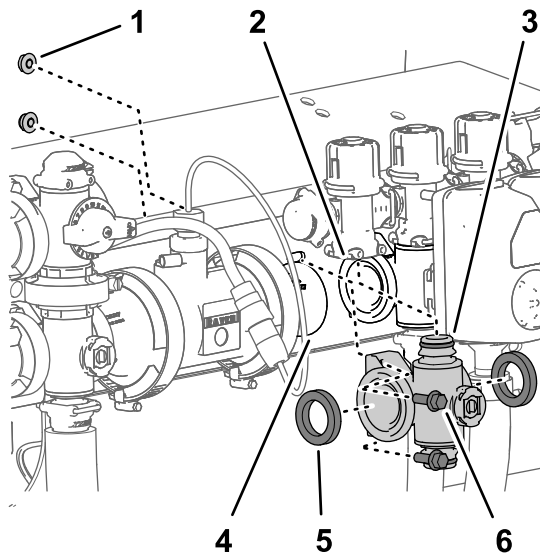

Figura 127
- Para os coletores da válvula da seção esquerdo ou direito, retire os dois parafusos de cabeça flangeada ($\frac{1}{4}$ pol. x $\frac{3}{4}$ pol.) e as duas porcas de bloqueio flangeadas ($\frac{1}{4}$ pol.) que prendem o coletor da válvula de seção ao suporte da válvula (Figura 127).
- Mova o coletor da válvula de seção e as juntas para baixo para haver espaço para a válvula de distribuição da seção e depois afastando da máquina (Figura 127).